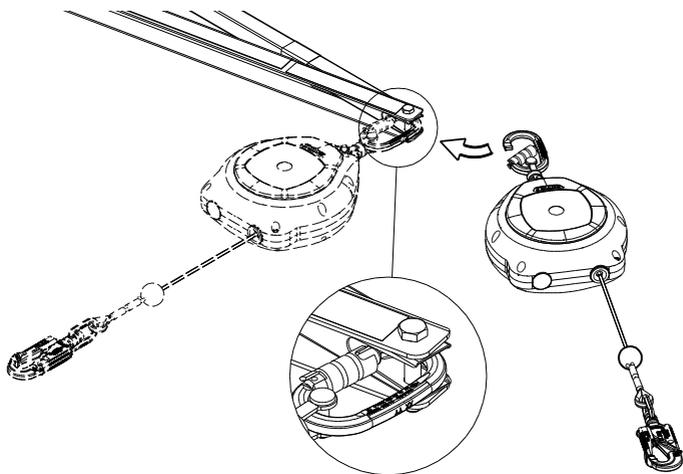

Рис.31. Установка блокирующего устройства Фалькон.
- Следующий шаг – установка блокирующего устройства. Убедитесь, что компонент правильно закреплен на устройстве СкайРич. На Рис. 31 показано, как закрепить блокирующее устройство Фалькон к опорной точке.